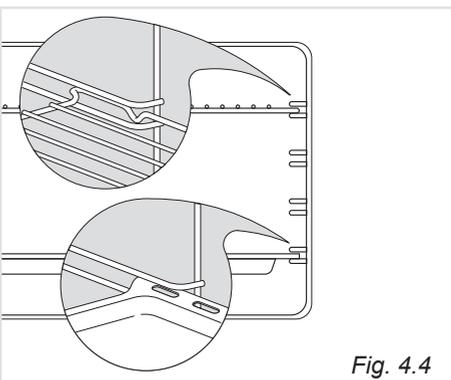

Fig. 4.4
- Infilare in mezzo alle guide dei telai laterali la leccarda e la griglia come in fig. 4.4.